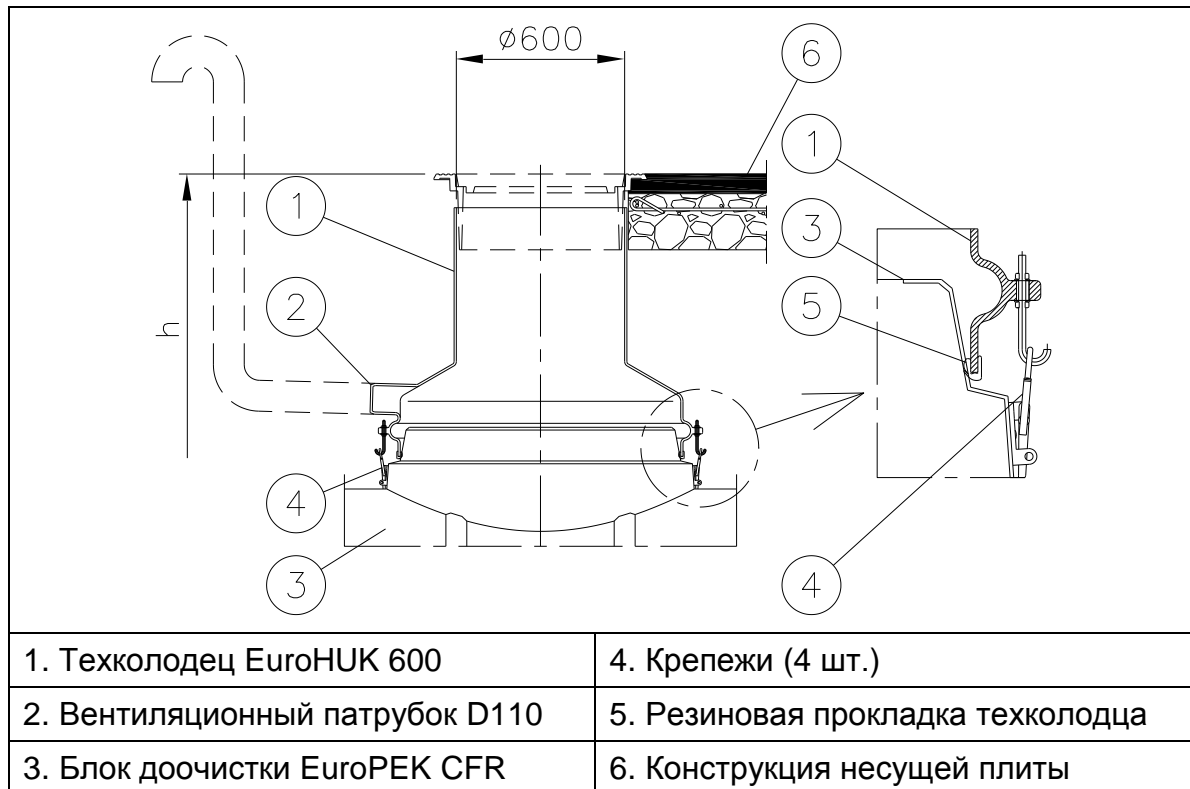

Рис. 6. Крепление техколотца к отделителю.
7. Установите на техколодец (техколотцы) резиновую прокладку. Установите техколотец EuroHUK на отделитель в строго горизонтальном положении (Рис. 6).